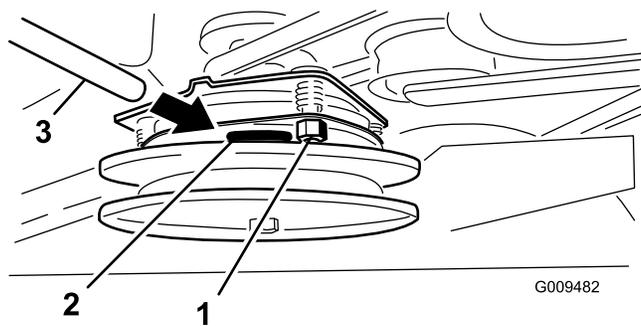

図 61
2. 調整が必要な場合には、3箇所それぞれについて 0.381 mm に調整する。すき間ゲージがかかるくはさまれるがまだ楽に動かせる程度までロックナットを締め付ける（図 61）。